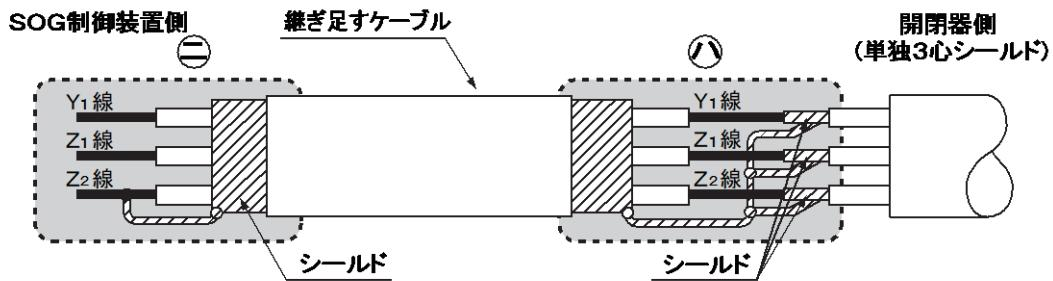

図12 ケーブルの継ぎ足し
- ①シールド内は、Y1、Z1、Z2 の 3 心のみとしてください。
- ②開閉器側制御ケーブルの端末は、シールド線を Z2 端子に半田付けしていますので、継ぎ足す場合にはシールド線を外し、端子記号を合わせて接続してください。また開閉器側の Y1、Z1、Z2 のシールド線と継ぎ足すケーブル側のシールドを接続してください。(図 12)
- ③継ぎ足した側のケーブル端末は、SOG 制御装置側でシールドと Z2 端子を接続してください。(図 12)